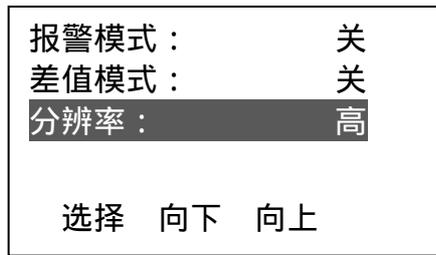
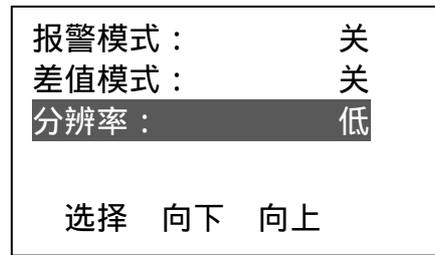

图 28
图 29
- 按 **←** 或 **→** 键选择分辨率，按 **←** 键循环显示高（0.001mm）和低（0.01mm），（如图 28 和图 29）：